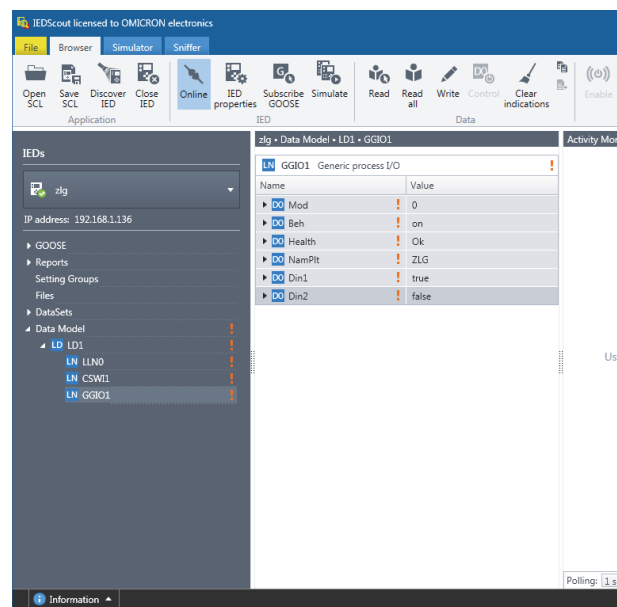

图10 IEDScout读MMS数据
2.9 MMS 读: LEDScout 读取参数, 和 MThings 的离散输入寄存器数据一致, 读取如图 10 所示。